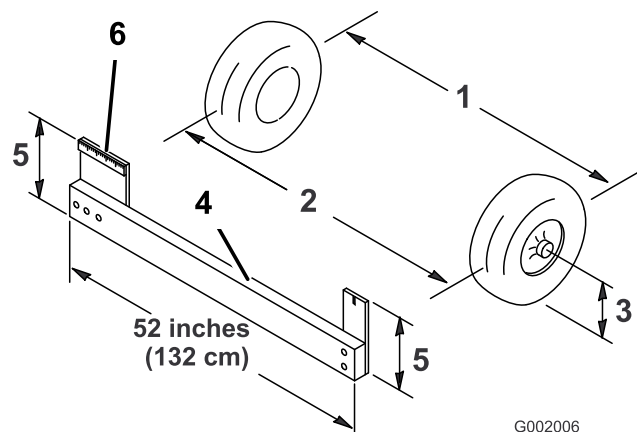

図 56
4. 前輪の前と後ろで、左右のタイヤの中央線間距離を測る；計測はアクスルの高さで行う(図 56)。前輪の後ろで、アクスルの高さで測定を行うには市販または手製のトーイン測定器が必要となる。前後の計測とも同じ道具を使用し、アクスルの高さで正しく測定すること(図 56)。